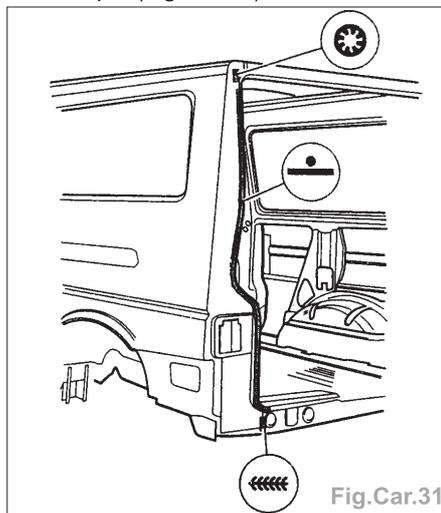

Fig.Car.31
- Le panneau latéral arrière à la pointeuse électrique (Fig.Car.31),
- le panneau latéral arrière à la pointeuse électrique (Fig.Car.31),
- le panneau latéral AR à la pointeuse électrique (Fig.Car.31).